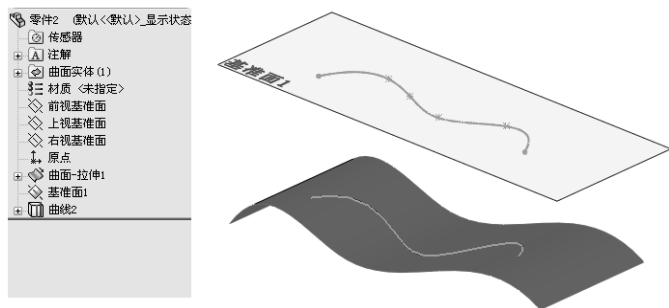

图 4-9 投影曲线及其“FeatureManager 设计树”
11) 确认设置。单击“投影曲线”属性管理器中的“确定”按钮, 生成所需要的投影曲线。投影曲线及其“FeatureManager 设计树”如图 4-9 所示。